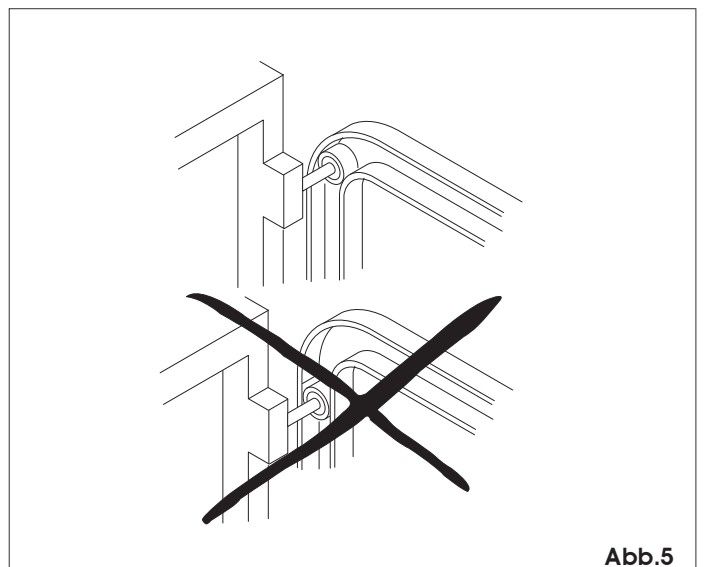

Abb.5
- Sicherstellen, dass sich die obere Führungsrolle des Sektionaltors bei geschlossenem Tor im waagrechten Teil der Führung befindet (Abb. 5).